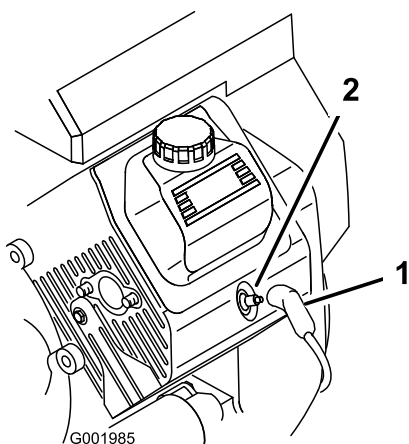

图 45
- 将电线拉离火花塞 图 45。
- 将电线推到火花塞上 图 45。